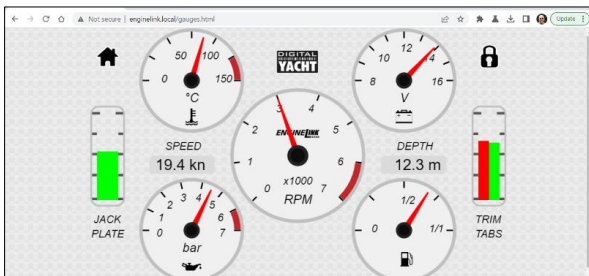

Abbildung 2
- Klicken Sie auf der Startseite auf die Schaltfläche GAUGES und diese Seite wird angezeigt (Abbildung 2).